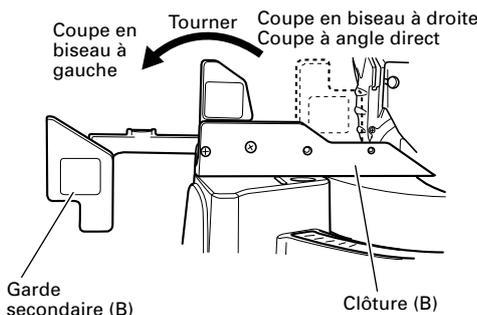

Fig. 12
Cet outil électrique est équipé d'une garde secondaire (B). Dans le cas d'une coupe à angle direct et d'une coupe en biseau à droite, utiliser la garde secondaire (B). On pourra ensuite exécuter une coupe stable du matériau avec une large face arrière. Dans le cas d'une coupe en biseau à gauche, soulever la garde secondaire (B) comme le montre la Fig. 12, puis la tourner dans le sens contraire des aiguilles d'une montre.
7. Vérification de l'utilisation de la garde secondaire (C)
**⚠ AVERTISSEMENT :** Retirer la garde secondaire (C) lors d'une coupe oblique à gauche. Si on n'enlève pas la garde secondaire (C), la lame de garde secondaire (C) entrera en contact avec l'élément principal ou la garde secondaire, ce qui provoquera des blessures.